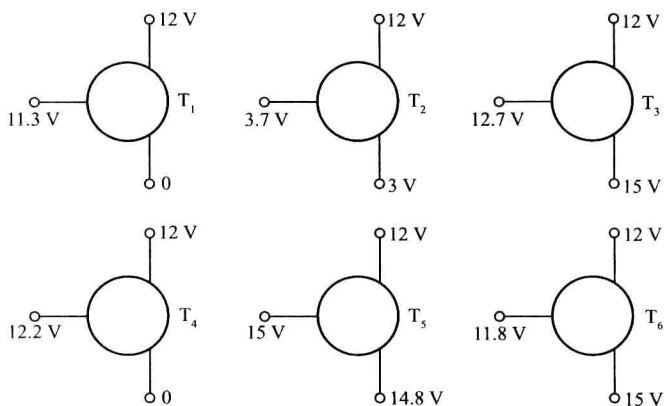

图 1.17
1.9 测得放大电路中六只晶体管的直流电位如图 1.17 所示。在圆圈中画出管子, 并分别说明它们是硅管还是锗管。